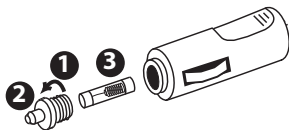

Rysunek 2: Wymiana bezpiecznika akumulatora
2. Wymontować uchwyt bezpiecznikowy. Patrz Rysunek 2.